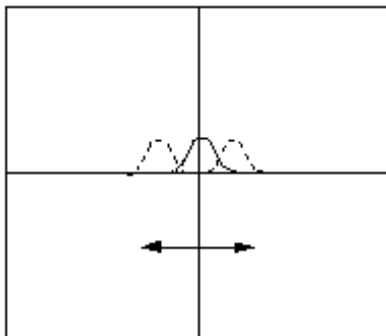

图 3: 细调水平相位调整
- c. 细调水平方向相位调整, 见图 3: 将峰左右移动到屏幕水平中心位置。